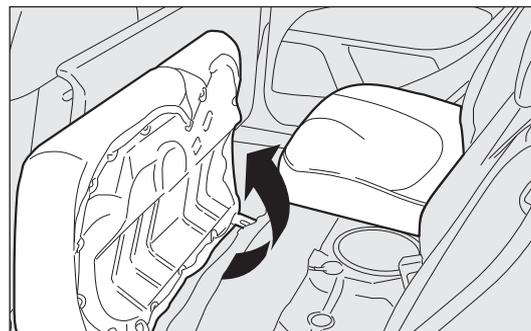

fig. 100
Agrandissement partiel (1/3 ou 2/3) fig. 100 (pour les versions/marchés où cela est prévu)
- renverser les coussins en avant dans le sens indiqué par la flèche fig. 100 ;